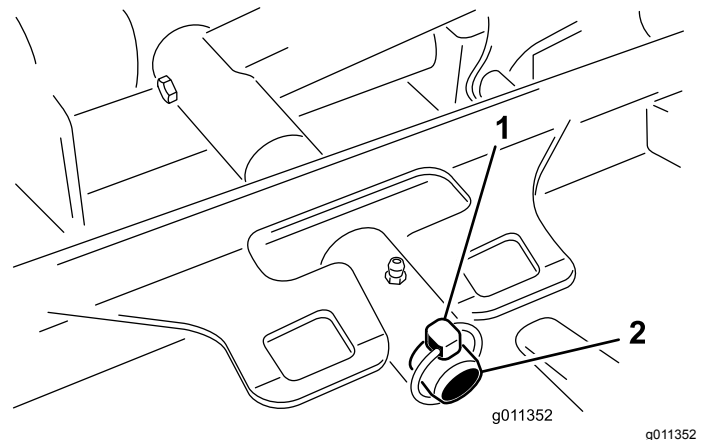

Figura 65
3. Retire o pino de sujeição ou porca de bloqueio (apenas GM 4700) que fixa a estrutura de suporte da plataforma ao pino da articulação do braço de elevação (Figura 65).
3. Deslize a estrutura de suporte da plataforma até que esta fique sobre o pino da articulação do braço de elevação. Prenda com o pino de sujeição ou porca de bloqueio (apenas GM 4700) (Figura 65).